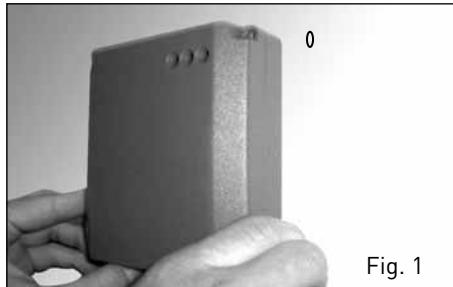

Fig. 1
- accrocher la centrale à la vis placée au mur [fig. 1]